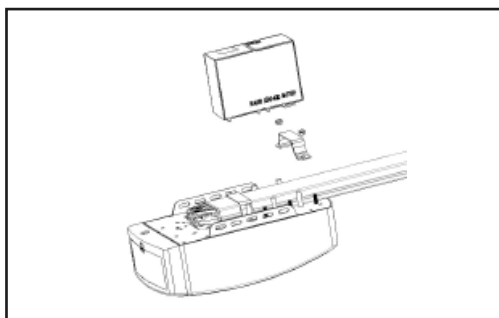

Figura 11
4) Apriete la tuerca en la posición correcta como se muestra en la Figura 11, corte la cinta de plástico, corte la rosca de plástico en la rueda dentada, luego todo el riel ensamblado terminado.
PASO 1 (Figura 11)